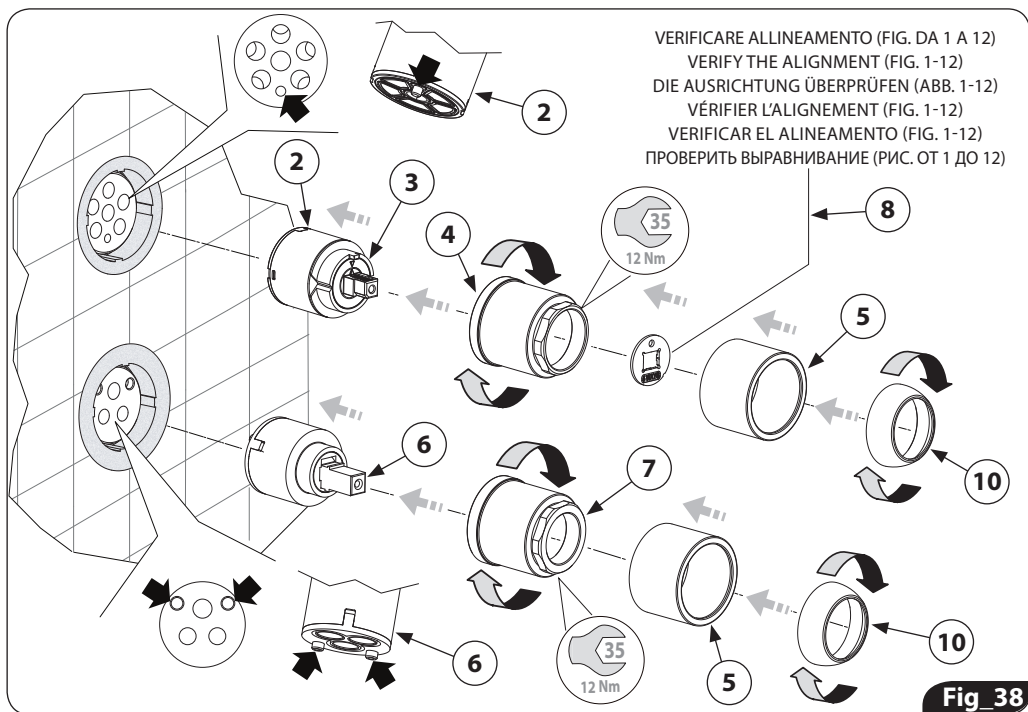

Fig 38
6. Inserire la cartuccia deviatore (2) con assemblato il fermo di rotazione (3), prestando molta attenzione al piolo sporgente dalla sua base; esso deve entrare nella apposita sede (fig. 38). Avvitare la ghiera (4) e serrare applicando una coppia di 12 Nm.
8. Sfilare la cartuccia miscelatore (6) e togliere eventuali residui o incrostazioni formati nel proprio alloggiamento:
9. Inserire la cartuccia miscelatore (6); prestando molta attenzione ai due pioli sporgenti dalla sua base; essi devono entrare nella apposita sede (fig. 38). Avvitare la ghiera (7) e serrare applicando una coppia di 12 Nm.
10. Montare i due cannotti (5) ed avvitare le due ghiera di copertura (10).
12. Posizionare la piastra di copertura (9).
6. Insert the diverting cartridge (2) with the rotation locking ring (3) already assembled, paying great attention to the pin sticking out of the base: it must be entered into its specific seat (fig. 38). Screw the threaded ring (4) and clamp applying a couple of 12 Nm.
8. Pull out the mixing cartridge (6) and remove possible dirty and scale inside the seat of the cartridge:
9. Insert the mixing cartridge (6) paying great attention to the two pins sticking out of the base: they must be entered in their specific seat (fig. 38). Screw the threaded ring (7) and clamp applying a couple of 12 Nm.
10. Assemble the two bushes (5) and screw the two cover rings (10).
12. Position the cover plate (9).